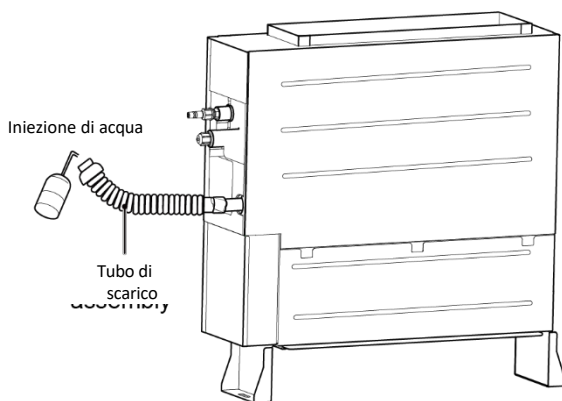

Fig. 4.3.9
- 1) Collegare il tubo di scarico all'altro raccordo di scarico della vaschetta dell'acqua e riempire con circa 1 L di acqua (vedere Fig. 4.3.9). Rimuovere il tubo di scarico al termine dei test, quindi rimettere il tappo della vaschetta dell'acqua.